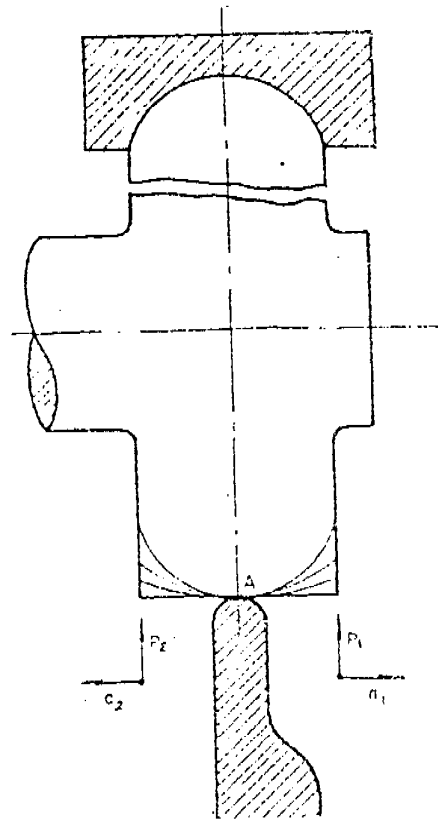

Figura 8
- a. Ubique la herramienta frente a la parte más saliente de la superficie A ( Figura 8 ).
- c. Vuelva al punto A y con avance (  $a_2$  ) y profundidad (  $p_2$  ) simultáneos, haga la pasada ( 2 ) ( Figura 8 ).